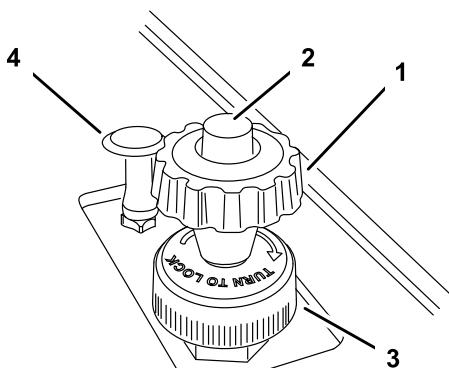

図 23
2. ボタンを押しながら、ノブを引き上げ、リミッタがアクセル・ペダルに当たったのが足に感じられたら、ボタンから指を離す(図 23)。
4. 希望する速度にセットされたら、速度リミッタの根元にあるロック・ダイヤルを右に回して設定を固定する(図 23)。ロックを解除する場合には、このダイヤルをゆるめる。